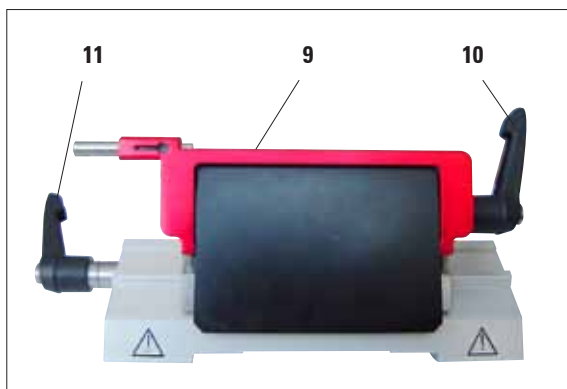

Fig. 6
La protezione salvadita sul portalama E è composta da una staffa ribaltabile rossa. Per coprire la lama, ribaltare la staffa salvadita (9) verso l'alto come mostrato in fig. 6.
**Nel nuovo portalama E, ambedue le leve di serraggio (10, 11) devono rimanere sempre nella posizione mostrata. Leva di serraggio per la lametta (10) a destra, leva di serraggio per lo spostamento laterale (11) a sinistra.**